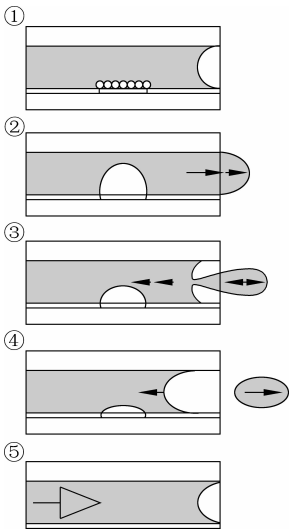

图 3.10 热喷墨打印机中墨滴的生成过程
气泡技术也称热发泡技术或热喷墨打印技术,其基本原理是通过墨水在短时间内的加热、膨胀、压缩,将墨水喷射到打印纸上形成墨点,增加墨滴色彩的稳定性,实现高速度、高质量打印。图 3.10 表明热喷墨打印机中墨滴的生成过程:①气泡技术利用薄膜电阻器,在墨水喷出区中将小于 5 微微升的墨水瞬间加热至 300℃ 以上,形成无数微小气泡;②气泡以极快的速度(小于 10μs)聚为大气泡;③气泡扩展,迫使墨滴从喷嘴喷出;④气泡再继续成长数微秒,便消逝回到电阻器上,使喷嘴的墨水缩回;⑤表面张力产生吸力,拉引新的墨水补充到墨水喷出区准备下一次的循环喷印。